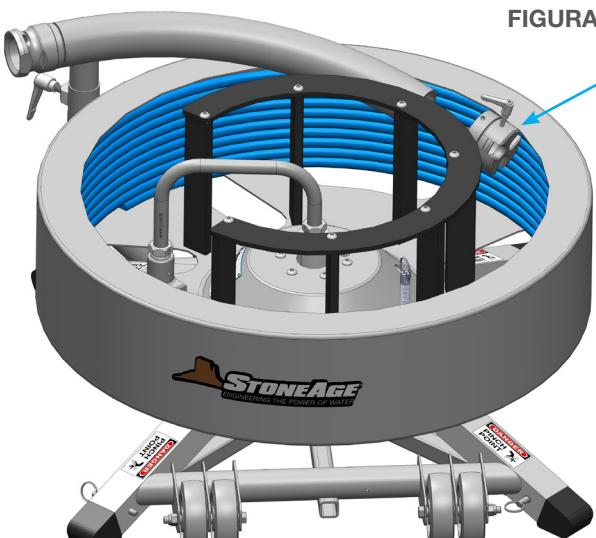

FIGURA 5
2. Remova o Miolo Anti-retraimento do Guia do Mangote de Acoplamento soltando a Alavanca de Aperto e retirando o Bloco do Guia. (**Figura 5**).